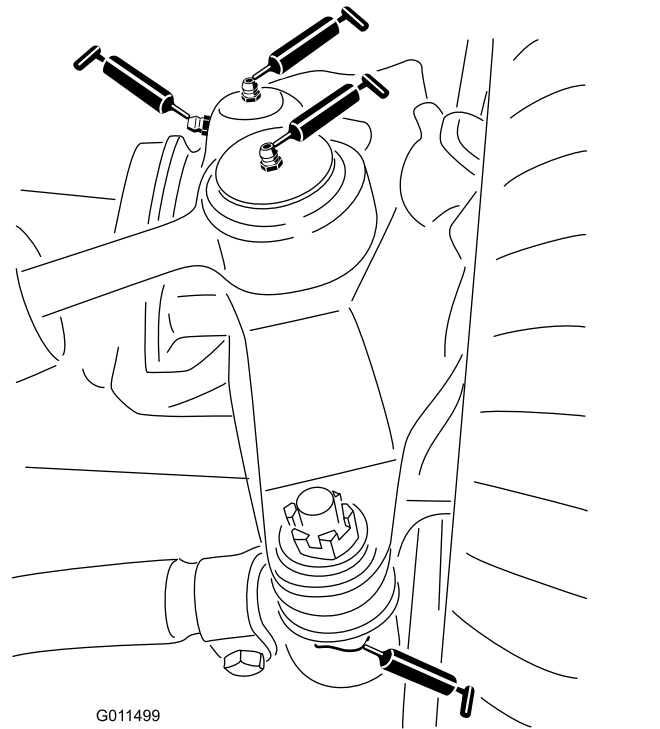

Figura 42
- Rótulas de los cilindros de dirección (2) (Figura 42)
- Rótulas de las barras de acoplamiento (2) (Figura 42)
- Casquillos de los pivotes de dirección (2) (Figura 42).